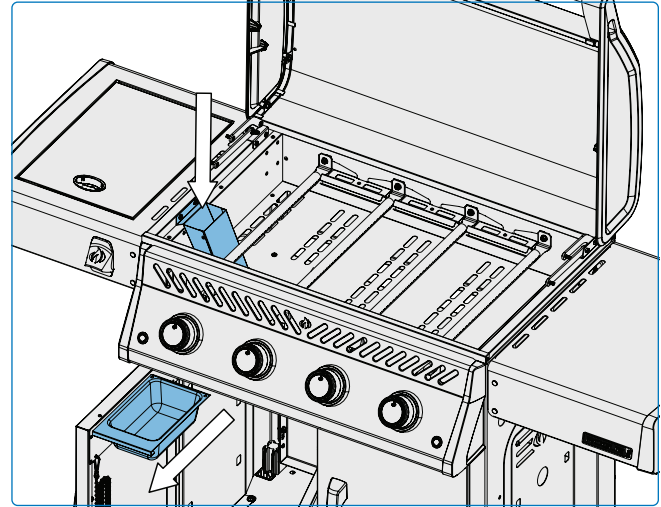

Fig. 11
1. Una vez que el aparato se haya enfriado completamente, extraiga con cuidado la bandeja recoge gotas del carro del aparato sin inclinarla. **(Fig. 11).**